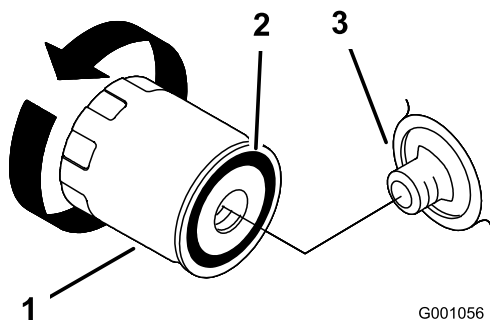

Figure 36
4. Appliquez un mince film d'huile neuve sur le joint en caoutchouc du filtre de rechange (Figure 36).
5. Posez le filtre à huile de rechange sur l'adaptateur. Tournez le filtre dans le sens horaire jusqu'à ce que le joint touche l'adaptateur, puis donnez 1/2 tour supplémentaire (Figure 36).